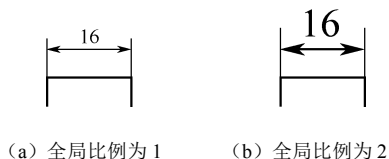

图 4-67 全局比例对尺寸标注的影响
⑦ “标注特性比例”设置。用于设置全局标注比例值。“使用全局比例”中的比例将影响尺寸标注中各组成元素的显示大小，但不改变标注的测量值，如图 4-67 所示。